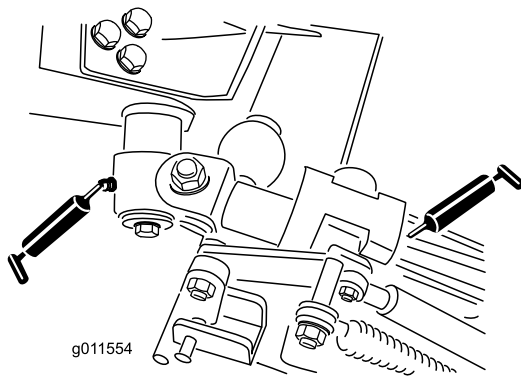

Figure 46
- Bagues de pivot d'axe coudé (2) (Figure 46)
- Bagues de bras arrière (4) (Figure 46)